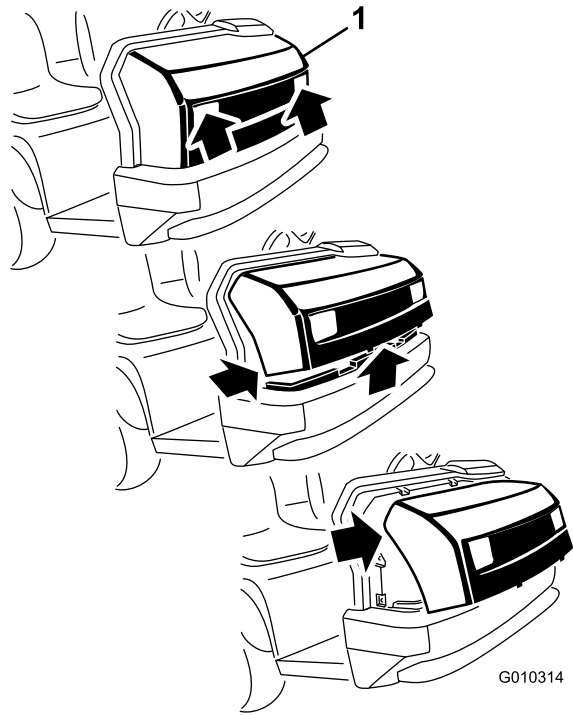

Figura 38
2. Gire hacia arriba la parte inferior del capó hasta que pueda retirar las pestañas de montaje superiores de las ranuras del bastidor (Figura 38).
3. Gire hacia adelante la parte superior del capó y desenchufe los conectores de los cables de los faros (Figura 38).
1. Sujete el capó por los orificios de los faros y levántelo para poder liberar las pestañas de montaje inferiores de las ranuras del bastidor (Figura 38).